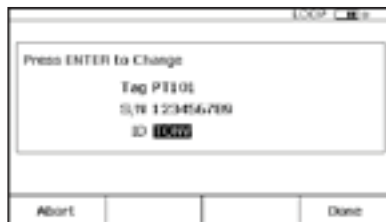

Figura 27.
11. Pasará a la pantalla de introducción de etiquetas (Figura 27).